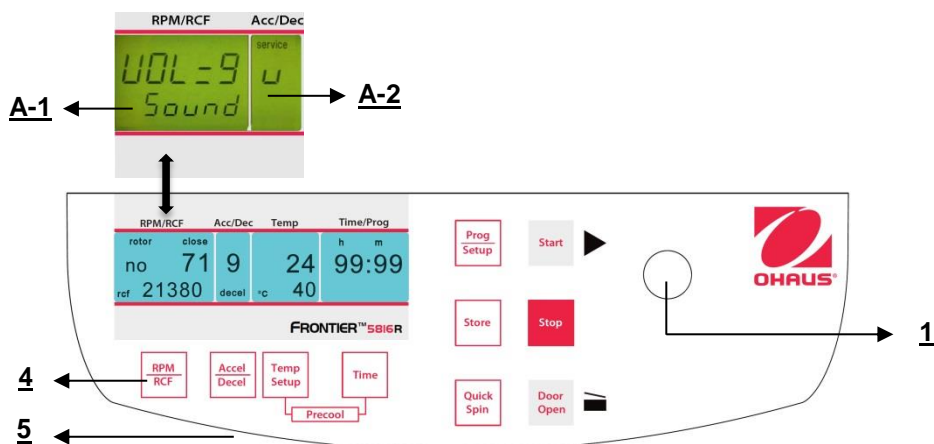

Figura 33
Procedere come descritto al punto 4.1. per inserire questa modalità programma e poi premere il tasto "Accel/Decel" (5). Sul display "Acc/Dec" (A-2) lampeggia la parola "Service". Selezionare adesso la lettera "U" con la manopola di regolazione (1). Di conseguenza, sul display "RPM | RCF" (A-1), appaiono le parole "Vol=0-9/Sound". Dopo aver premuto il tasto "RPM | RCF" (4), è possibile regolare il volume desiderato fra 0 (basso) e 9 (alto) con la manopola di regolazione (1) (Vedere figura 33).